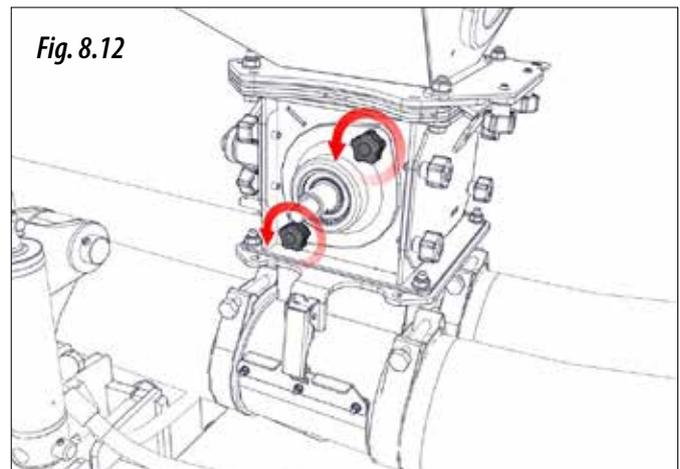

Fig. 8.12
- 2- Sacar los dos pomos (Fig. 8.12).